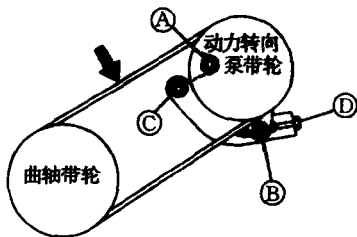
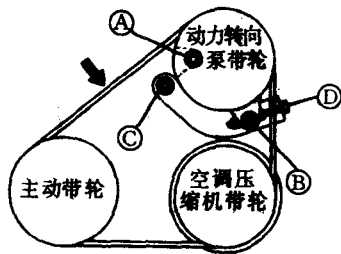
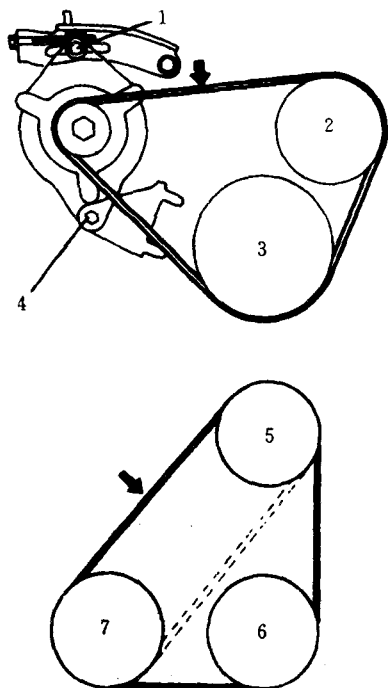

图 14 动力转向传动带张紧——1993~1994 年产 323 车型 1.6L (B6E) 和 1994 年产普鲁泰哥车型 1.8L (BPD) 发动机
图 17 动力转向传动带张紧——1993~1994 年产米埃塔车型 1.6L (B6-ZE)、1.8L (BPD), 1994 年产 MX3 车型 1.6L (B6-ZE) 和 1993~1994 年产普鲁泰哥车型 1.8L (BPD, BPE) 发动机
图 18 传动带线路——1995~1997 年产普鲁泰哥车型 1.5L (Z5D)、1.8L (BPD), 1995 年产 MX3 车型 1.6L (B6-ZE)、1995~1997 年产 626 车型和 MX6 车型 2.0L (FS) 发动机
1) 在最长传动带跨距的带轮之间的传动带中部垂直放一把直尺。用拇指紧紧压下传动带, 检查传动带张紧力 (参见图 14 至图 18)。新传动带挠曲度应为 $0.31 \sim 0.35\text{in}$ ($8 \sim 9\text{mm}$), 旧传动带应为 $0.35 \sim 0.39\text{in}$ ($9 \sim 10\text{mm}$)。
(2) 动力转向/空调 (参见图 14, 图 17)
2. 1995~1997 年产普鲁泰哥车型 1.5L (Z5D) 和 1.8L (BPD) 发动机 (参见图 18)